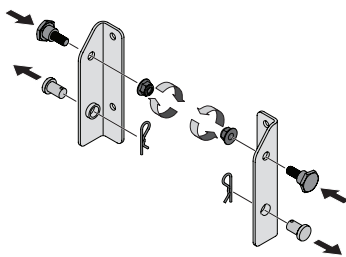

Figure 1
1. S'ils n'ont pas déjà été installés en usine, installez un boulon à épaulement de l'ensemble de quincaillerie de la série 700 (689-00086A) sur chaque support, sur chaque support et fixez-les avec les écrous autobloquants à bride de l'ensemble de quincaillerie. Voir Figure 1.
2. Si elles sont déjà installées dans les supports, retirez les goupilles de chape et les clips, conservez-les pour instructions ultérieures. Voir Figure 1.